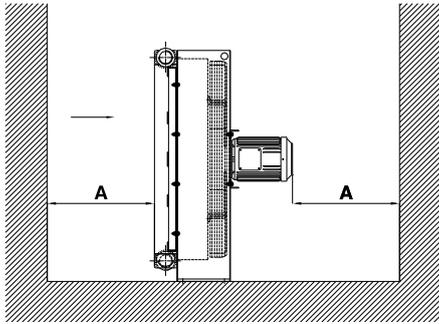

Abb. 1)/(diagram 1)
Der Kühler muss so angebracht werden, dass die Kühlluft frei ein- und ausströmen kann. Der Abstand zur Wand (Abb.1) sollte mindestens Netzhöhe betragen (A).